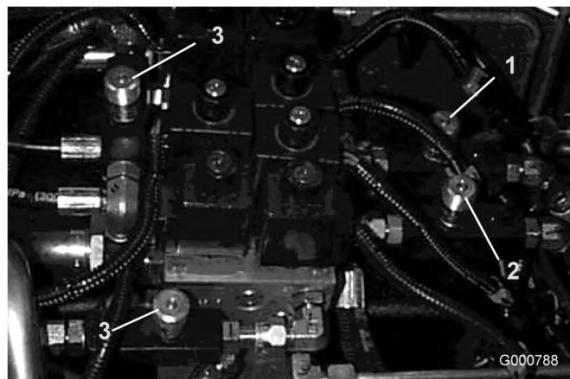

図 88
1. 調整バルブは運転席の下にある(図88)。
9. 調整バルブは運転席の下にある (図 88)。